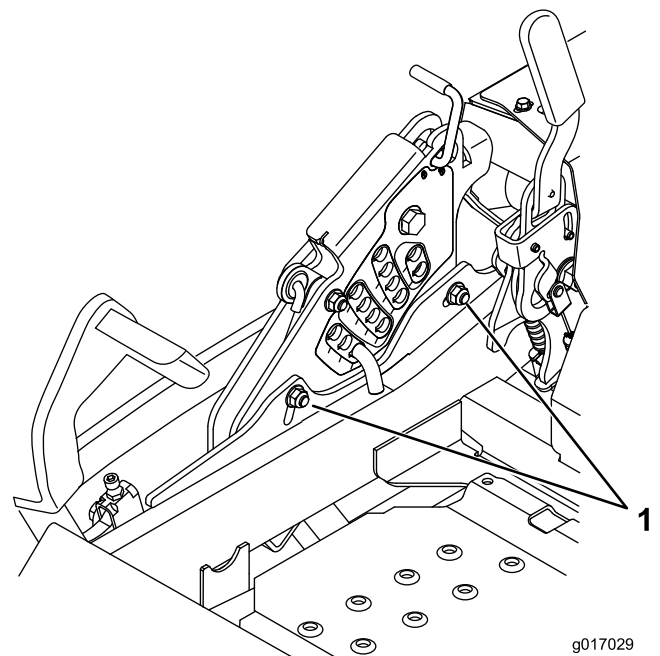

Figure 92
12. Pour régler le système monopoint, desserrez les deux boulons au bas de la plaque de hauteur de coupe. Reportez-vous à Figure 92.
14. Serrez les deux boulons au bas de la plaque de hauteur de coupe (Figure 92). Serrez à un couple de 37 à 45 Nm (27 à 33 pi-lb).